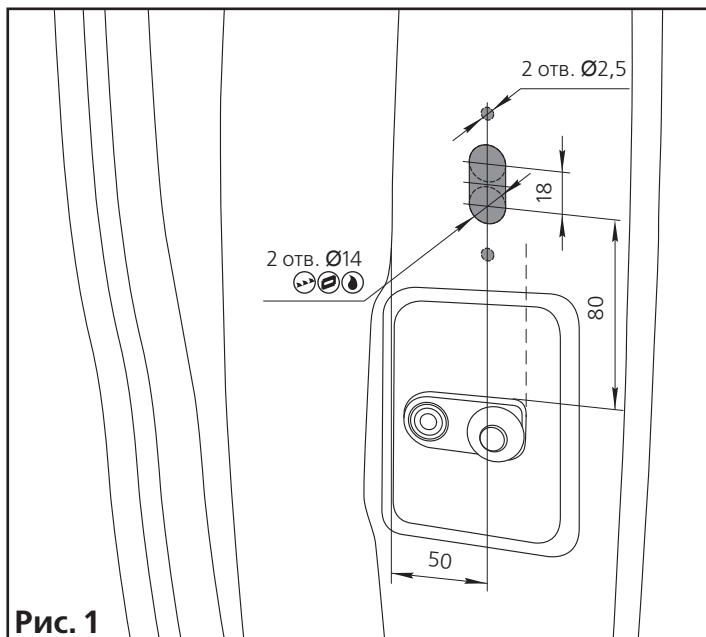

Рис. 1
2.2.3 Демонтируйте панель сдвижной двери (рис. 1).
2.2.5 Для установки ролика заднего необходимо снять правое боковое заднее стекло (рис. 1).